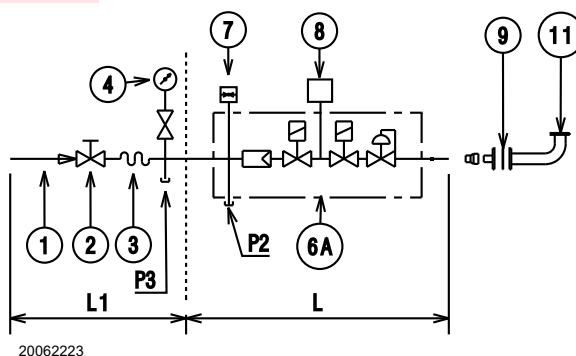
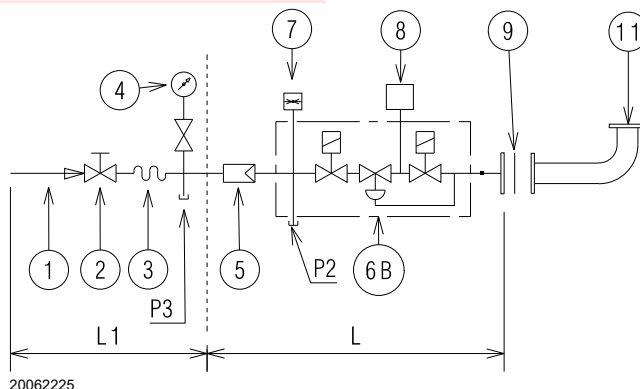
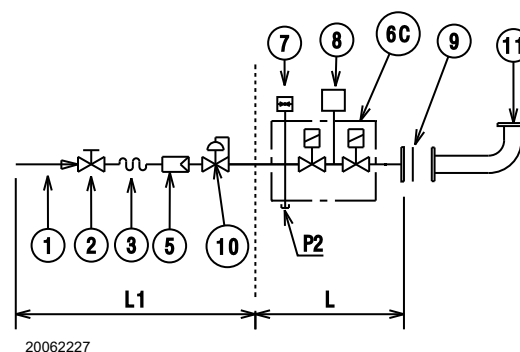
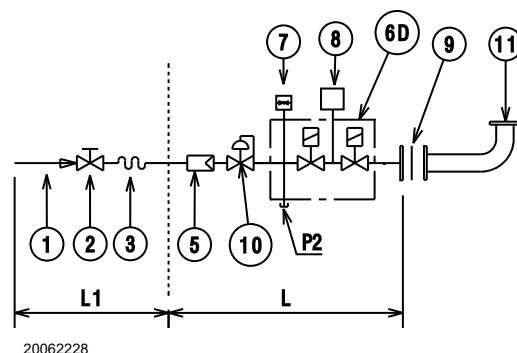

Рис. 23
Рис. 24
Рис. 25
Рис. 26
- Для автоматического запуска насоса необходимо отвернуть винт 3) насоса, см. Рис. 24, чтобы выпустить воздух, содержащийся во всасывающем трубопроводе.
Обозначения (Рис. 23 - Рис. 24 - Рис. 25 - Рис. 26)